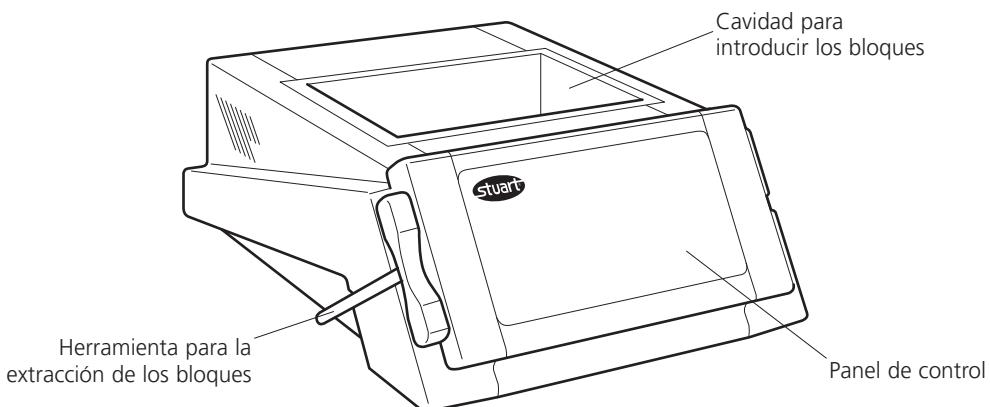

Figura 1: Vista frontal
Estrarre i blocchi dall'apparecchio servendosi dell'apposito estrattore in dotazione - vedere la figura 1.
Los bloques se introducen en la cavidad superior del equipo (véase la figura 1) y se calientan desde abajo. Todos los bloques son intercambiables y pueden utilizarse al mismo tiempo varios bloques para distintas medidas de recipientes.
3. Cloque los bloques de aluminio con cuidado en la cavidad superior del equipo (véase la figura 1).
5. Si es necesario, ajuste la cubierta de seguridad. Ésta puede estar simplemente apoyada en la parte superior del calentador o ajustada con los tornillos que incluye. Los tornillos deben ir colocados en los orificios situados en la parte trasera del equipo (véase la figura 1).